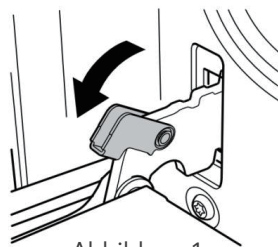

Abbildung 1
- Öffnen Sie die Tür bis zum maximalen Winkel und ziehen Sie die Verriegelung am Türscharnier zurück (Abbildung 1). Auf beiden Seiten der Backofentür befindet sich eine Verriegelung.